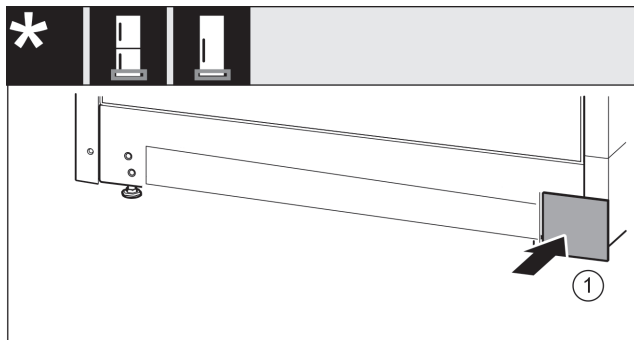

Fig. 26
- Kryt opäť nasadte na druhú stranu. Fig. 26 (1)